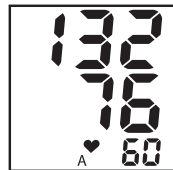
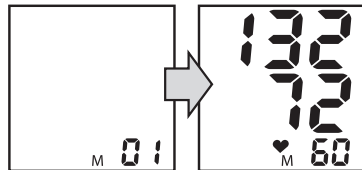

РИС.5
РИС.6
3. Просмотреть содержимое памяти прибора Вы можете, нажав кнопку М. При первом нажатии кнопки М на экране отобразится символ «А» и среднее значение 3-х последних измерений сохраненных в памяти прибора (рис. 5). При повторном нажатии кнопки М на экране кратковременно отобразится индекс «1» (номер ячейки памяти), после чего появится результат последнего измерения (рис. 6).